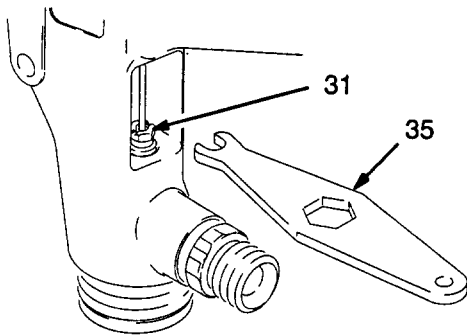

Fig. 11
9. Trekk til pakningsjusteringsskruen (31) med pistolnøkkelen (35), som vist på Fig. 11, inntil du kjenner at væskenålen henger lett. Ikke trekk til skruen for hardt, det kan låse nålebevegelsen.
20. Monter pistol- og aktivatoravtrekkerne (3 og 48). Trekk til skruen (5) med 2,8 til 4,0 Nm (25–35 in-lbs).
21. Trekk inn pistolavtrekkeren for å kontrollere bevegelsen i væskesnålen (21). Hvis væskesnålen ikke går tilbake etter at avtrekkeren (3) er sluppet, eller går langsomt tilbake, må pakningsjusteringsskruen (31) løsnes med pistolnøkkelen (35) inntil nålen returnerer fritt. Se Fig. 11. Gjenta denne operasjonen for også å kontrollere aktivatornålen (49j).